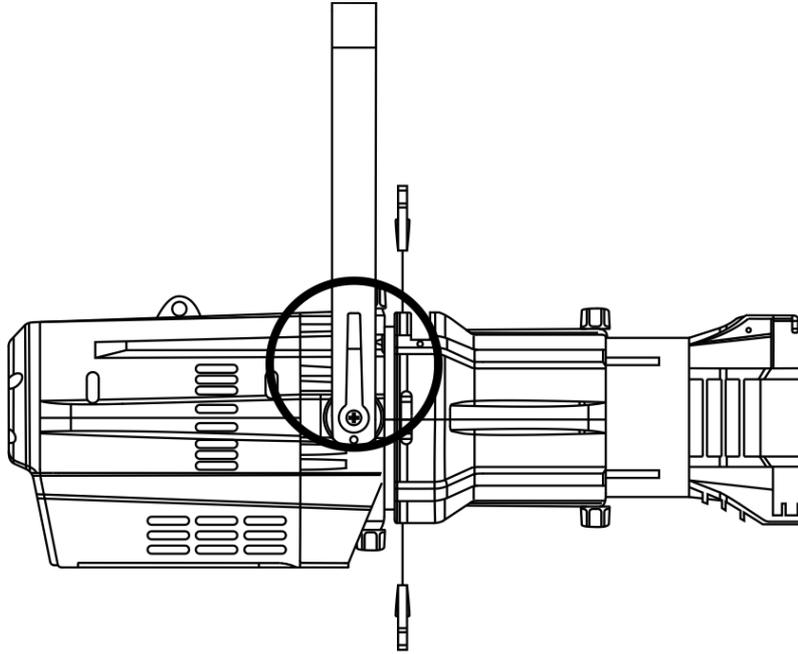

Fig. 10
- 02) Inclíne el dispositivo hasta la posición deseada (Fig. 10).